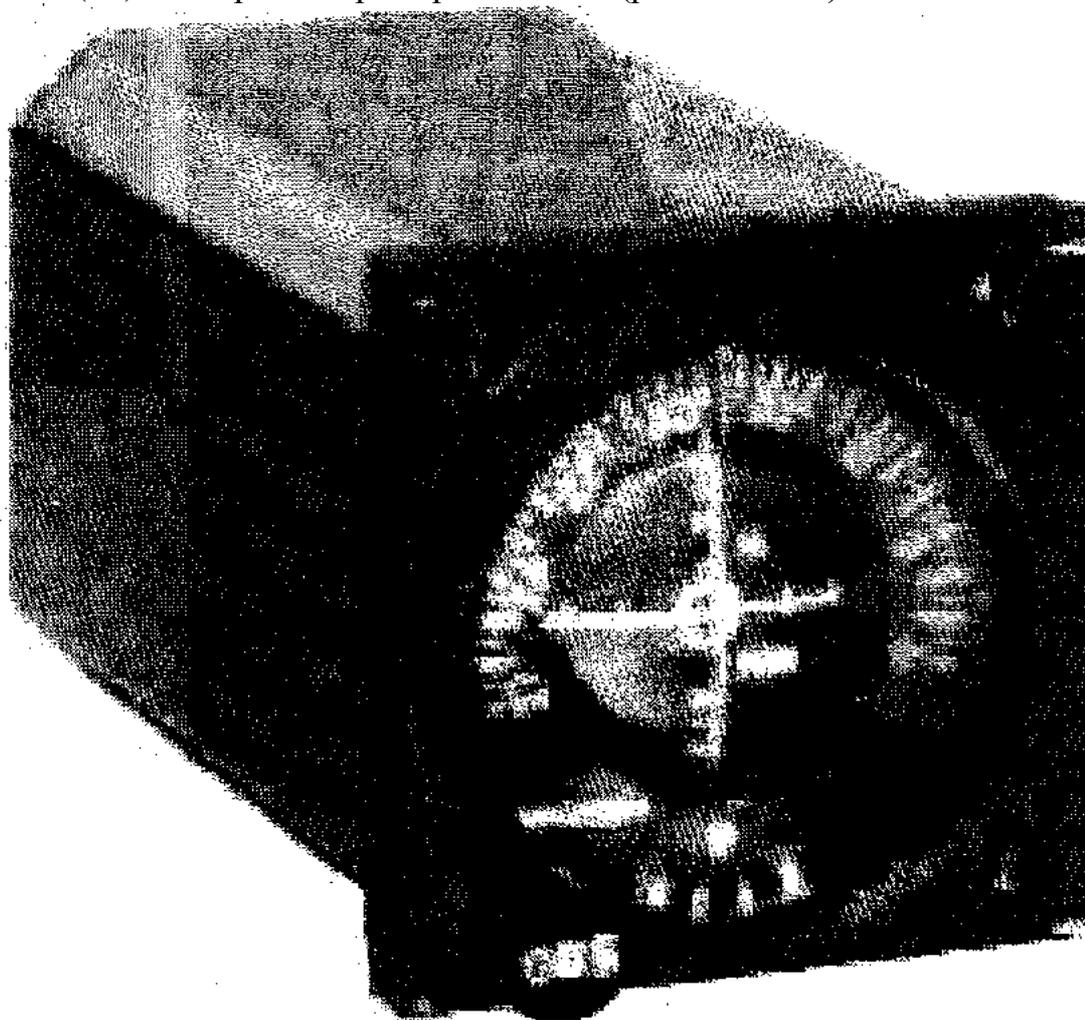

Рис. 7.19.6.1. Индикатор IN-3300.
Индикатор IN-3300-12(01) размещен на левой приборной доске, а индикатор IN-3300-11 (01) - на правой приборной доске (рис.7.19.6.1.).